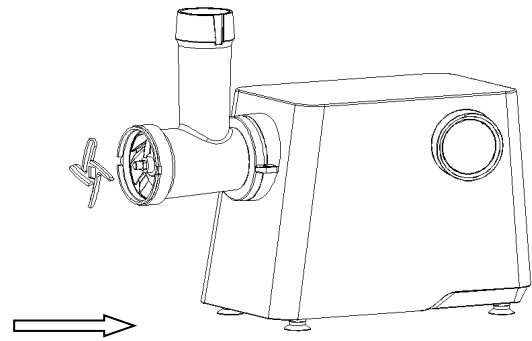

Abb. 4
- Montieren Sie das Schneidmesser vorne auf der Schneckenwelle, wobei die Schneide nach außen zeigen muss (Abbildung 4). Andernfalls kann das Fleisch nicht ordnungsgemäß zerkleinert werden.